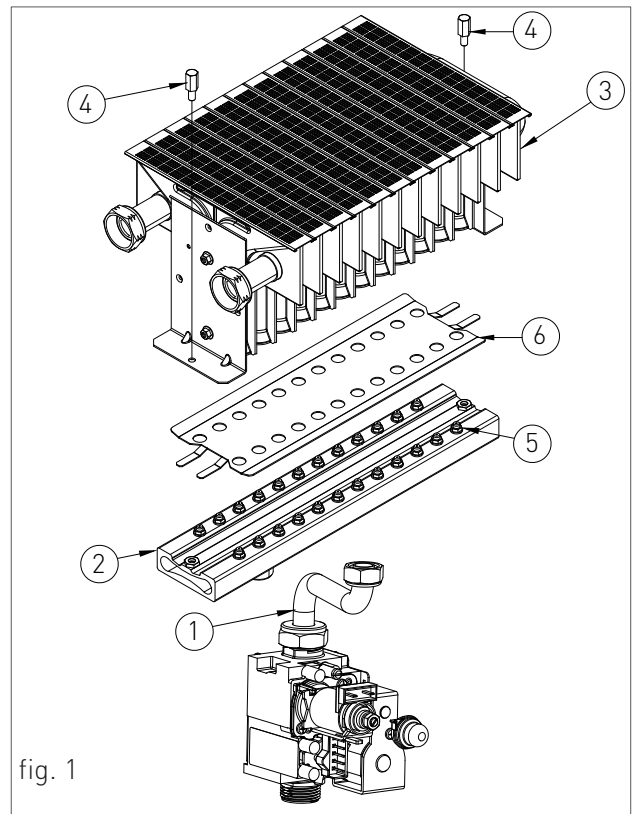

fig. 1
- › collegare un tubo flessibile al rubinetto di scarico dell'impianto 'RS' (fig. 1) e collocare l'altra estremità del tubo flessibile ad un adeguato scarico;
- › ruotare il rubinetto di scarico dell'impianto 'RS' (fig. 1);
- › quando tutta l'acqua è defluita, chiudere le valvole di sfiato dei radiatori ed il rubinetto di scarico dell'impianto 'RS' (fig. 1).
- › ruotare il rubinetto di scarico del boiler 'RB' (fig.1);
- › ad operazione terminata, chiudere il rubinetto di scarico del boiler 'RB' (fig.1) e tutti i rubinetti di erogazione precedentemente aperti.
- › collegare un tubo flessibile al rubinetto di scarico del boiler 'RB' (fig.1) e collocare l'altra estremità del tubo flessibile ad un adeguato scarico;
Per verificare lo stato dell'anodo allentare la valvola 'V' (fig.1) situata nella parte superiore del boiler.
Se c'è fuoriuscita di acqua dalla valvola 'V' (fig.1) si deve provvedere alla sostituzione dell'anodo, perchè risulta essere usurato. Alla fine dell'operazione di verifica richiudere la valvola.
- › premere il pulsante posto tra i due contatti elettrici del dispositivo termostato fumi (vedi fig.1);
Per eseguire la trasformazione procedere nel seguente modo (vedi fig. 1):